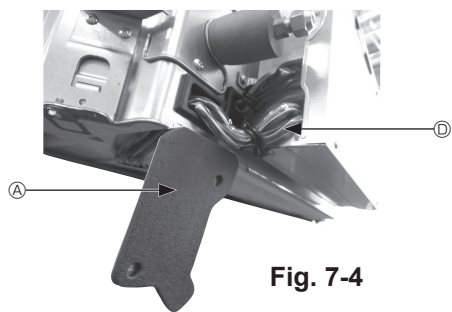
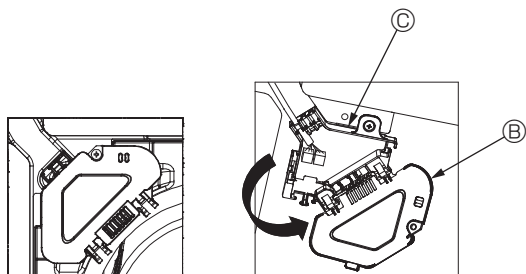

Fig. 7-4
Fig. 7-5
- ① Avlägsna de två skruvarna som håller kabelskyddet på huvudenheten och öppna skyddet.
- ② Dra kablarna från i-see-Sensorn och signalmottagaren genom kabelinloppen i elkomponentlådan som visas på bilden och genom dragavlastningen i huvudenheten. (Fig. 7-4)
- ③ När du drar kablarna öppnar du klammern som håller gallrets anslutningskabel och säkrar sedan kabeln och kablarna från i-see-Sensorn och signalmottagaren i klammern.
- ④ Avlägsna en skruv som håller anslutningsdosans lock och öppna locket. (Fig. 7-5)
- ④ Placera kontakten för anslutningskabeln i anslutningsdosan.
- ⑤ Montera kabelskyddet och anslutningsdosans lock.